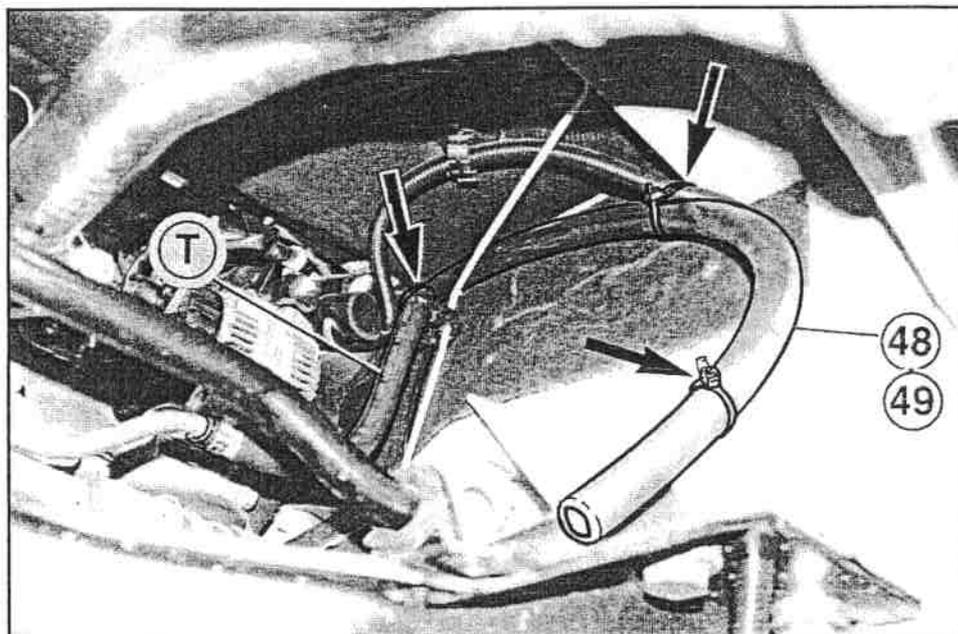

FIG. 46
- I Eseguire i collegamenti elettrici descritti in fig. 46 e fig. 47. Rimontare tutti i componenti originali smontati nell'abitacolo. Reinstallare nella sua sede la mascherina «M». Inserire nell'appoggio «96» l'interruttore di comando aria condizionata fornito «57» dopo aver eseguito i relativi collegamenti elettrici (riferimento alla pos. 2 dello schema elettrico).
- F Effectuer les connexions électriques décrites dans les figs. 46 et 47. Remonter tous les composants originaux qu'on avait démontés dans l'habitacle. Installer de nouveau la plaque «M» dans son logement. Insérer l'interrupteur de commande A/C fourni «57» dans le support «96» après avoir effectué les connexions électriques correspondantes (réf. à la pos. 2 du schéma électrique).
- GB Effect the electric connections described in the pictures 46 and 47. Reassemble all the original components which were disassembled in the passenger compartment. Install again the plate «M» in its housing. Insert the supplied A/C control switch «57» in the support «96» after having effected the electric connections (ref. to pos. 2 of the wiring diagram).